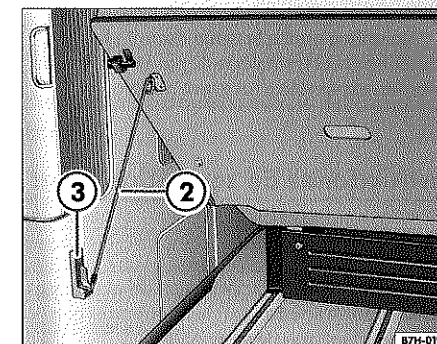

Fig. 20 Colchoneta trasera levantada para acceso cómodo al maletero
– Sujete la colchoneta trasera levantada con una mano y desprenda al mismo tiempo la varilla de apoyo ② del lado izquierdo.
- Introduzca el extremo de la barra de apoyo en el fijación ⇒ fig. 20 ③.